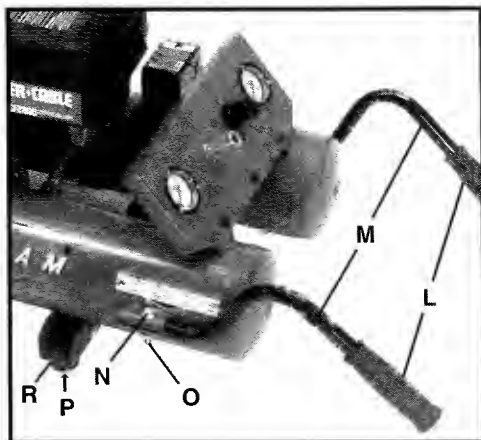

Fig. 6
1. Poussez les poignées en caoutchouc (L) sur les tubes de poignée (M). Enfoncez fermement. Un mouvement de rotation facilite l'assemblage.
2. Placez un sous-ensemble de poignée dans la bride sur le côté gauche du sous-ensemble de réservoir, comme indiqué à la Fig. 6. Mettez le trou de la poignée en face de celui de la bride. Insérez un boulon dans le trou (de la bride et de la poignée). Vissez un écrou sur le boulon. À l'aide de deux clés de ½ po (non fournies), serrez bien l'écrou.
C. Visser un des boulons de $\frac{1}{4}$ po \times $\frac{3}{4}$ po (P) du paquet de pièces, et le serrer fermement à l'aide d'une clé à douille de $\frac{3}{8}$ po (non fournie).